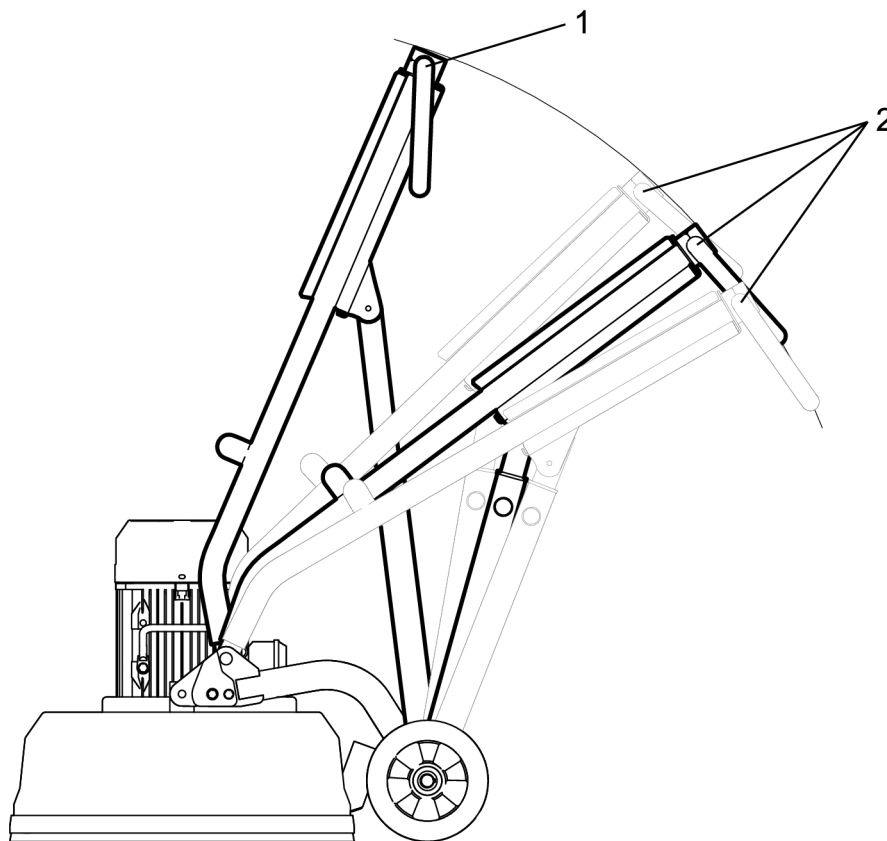

Рисунок 4-1. Положения ручки
1. Установите ручку в вертикальное положение, см. Рисунок 4-1, стр. 16.